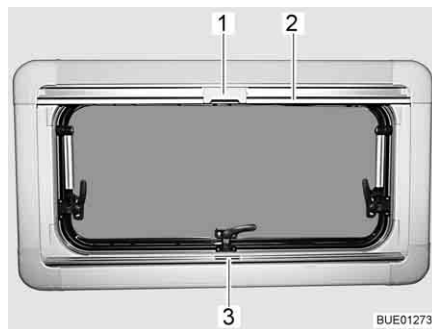

Bild 107 Överkantshängda fönster
- Ta tag i mitten på plisségardinens list (Bild 107,3) och drag den nerifrån och uppåt och släpp den vid önskad höjd. Plisségardinen stannar på denna höjd.
- Drag, med listen, (Bild 107,2) ner insektsnätet tills listen stöter mot plisségardinen (Bild 107,3).
- Lås fast insektsnätets spärr (Bild 107,1) på plisségardinens list.
- Tryck spärren (Bild 107,1) upptill på insektsnätet bakåt.
- För långsamt tillbaka insektsnätet med listen (Bild 107,2).